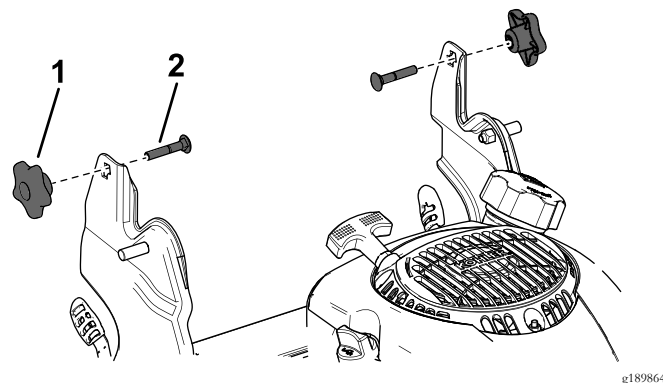

Figura 3
- Retire y guarde los 2 pomos del manillar y los 2 pernos de cuello cuadrado de los soportes del manillar (Figura 3).